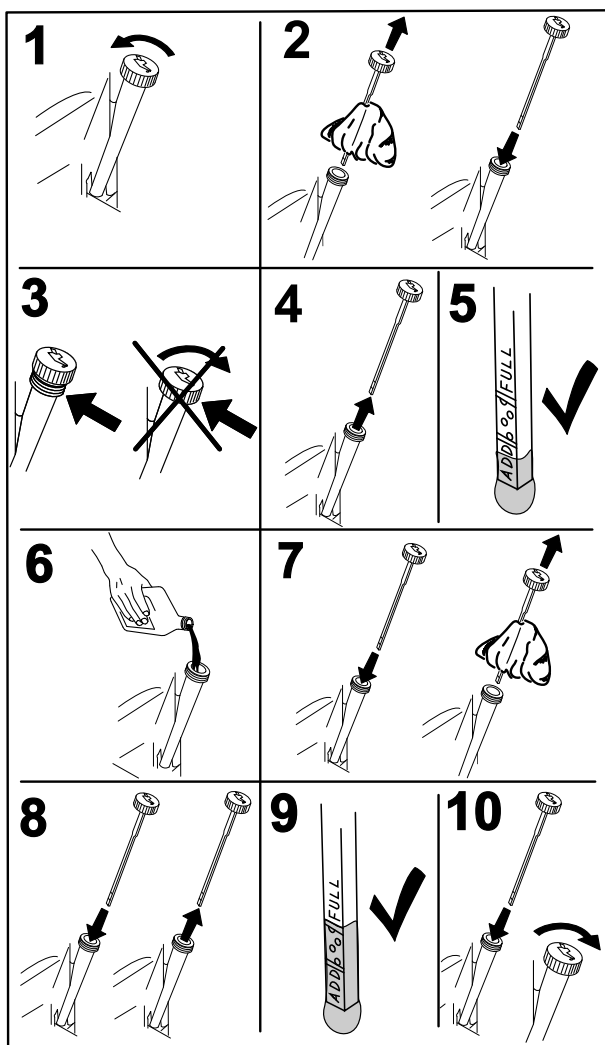

Figura 31
2. Controllate l'olio come illustra Figura 31.